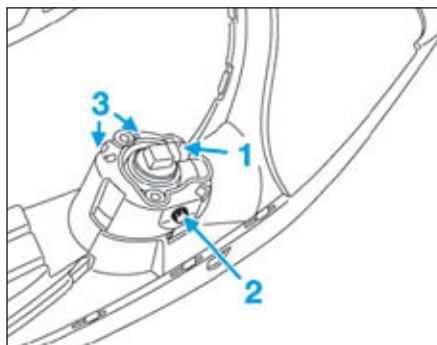

FIG.77
- Débrancher le connecteur du feu antibrouillard (1) (Fig.77).
- Déposer la vis du feu antibrouillard (2).
- Déclipper le feu antibrouillard en (3).